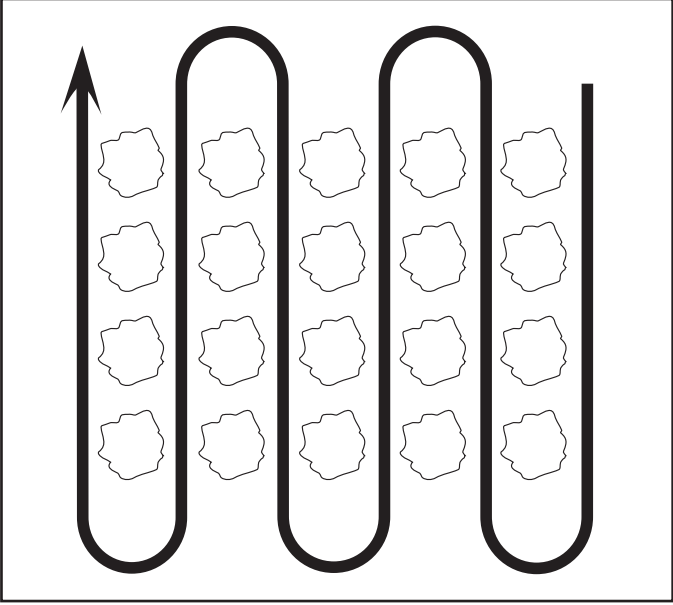

Fig. 15
- Binez les lignes de long en large à une vitesse qui permette aux dents de déraciner les mauvaises herbes et de laisser le sol à l'état brut pour faire en sorte que les mauvaises herbes et le gazon n'y poussent plus (Voir la Fig. 15).